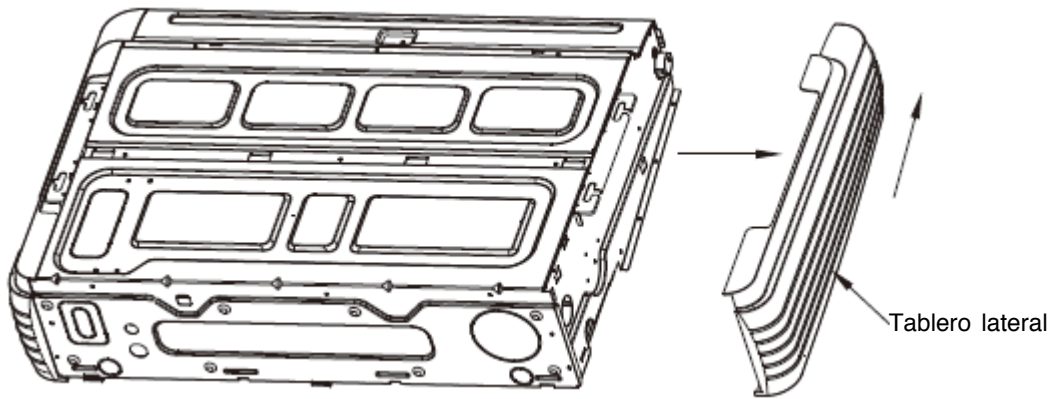

Fig17
- Retire la placa lateral. (Consulte la imagen 17)